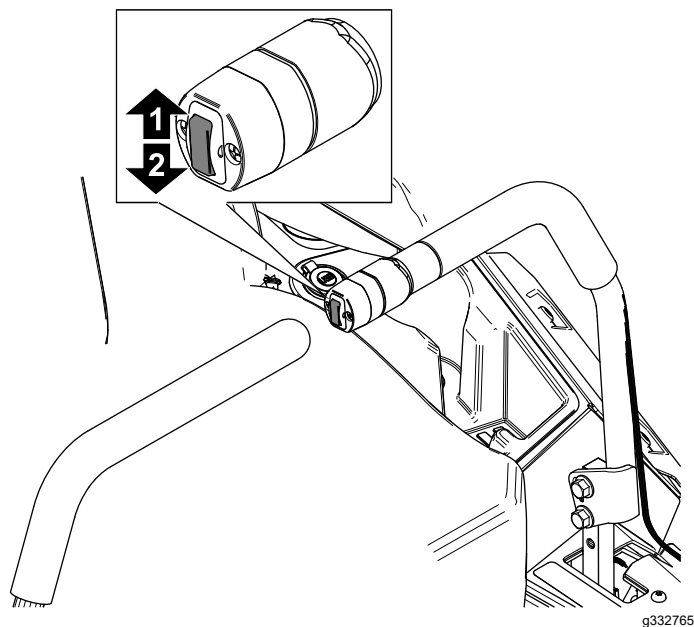

Figura 30
1. Empurre para cima o interruptor de elevação da plataforma (Figura 30).